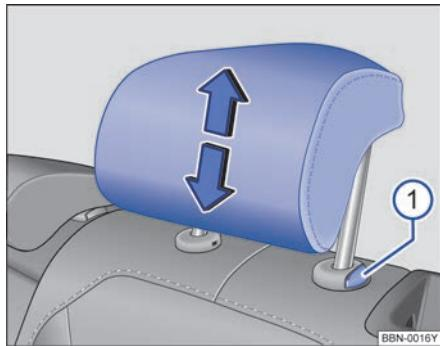

图 60 调整后排头枕
- 按住按钮→图 60①，同时沿箭头方向上推或下压头枕即可将头枕调整至合适高度→⚠。